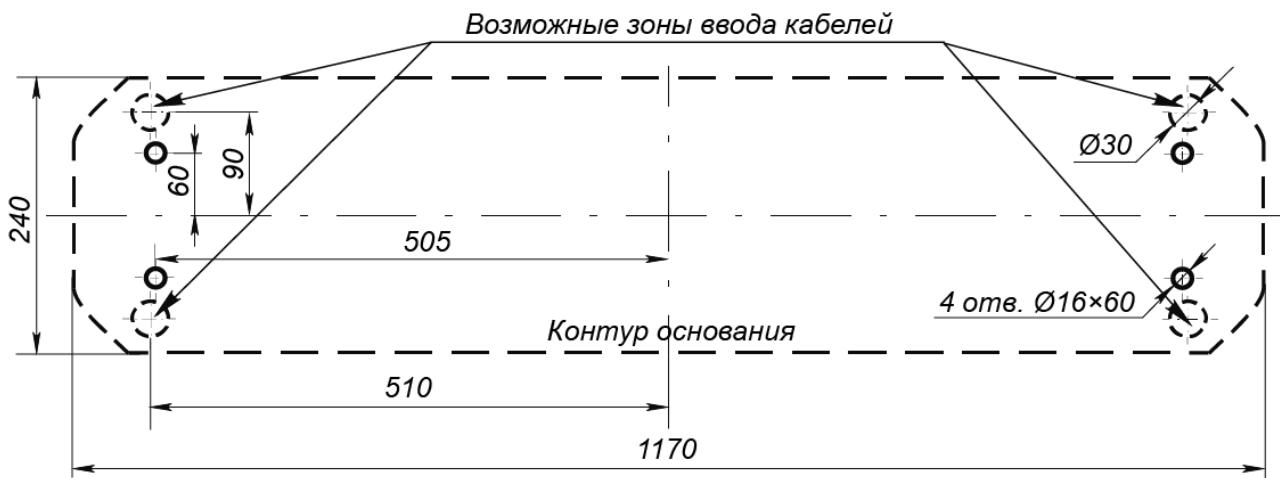
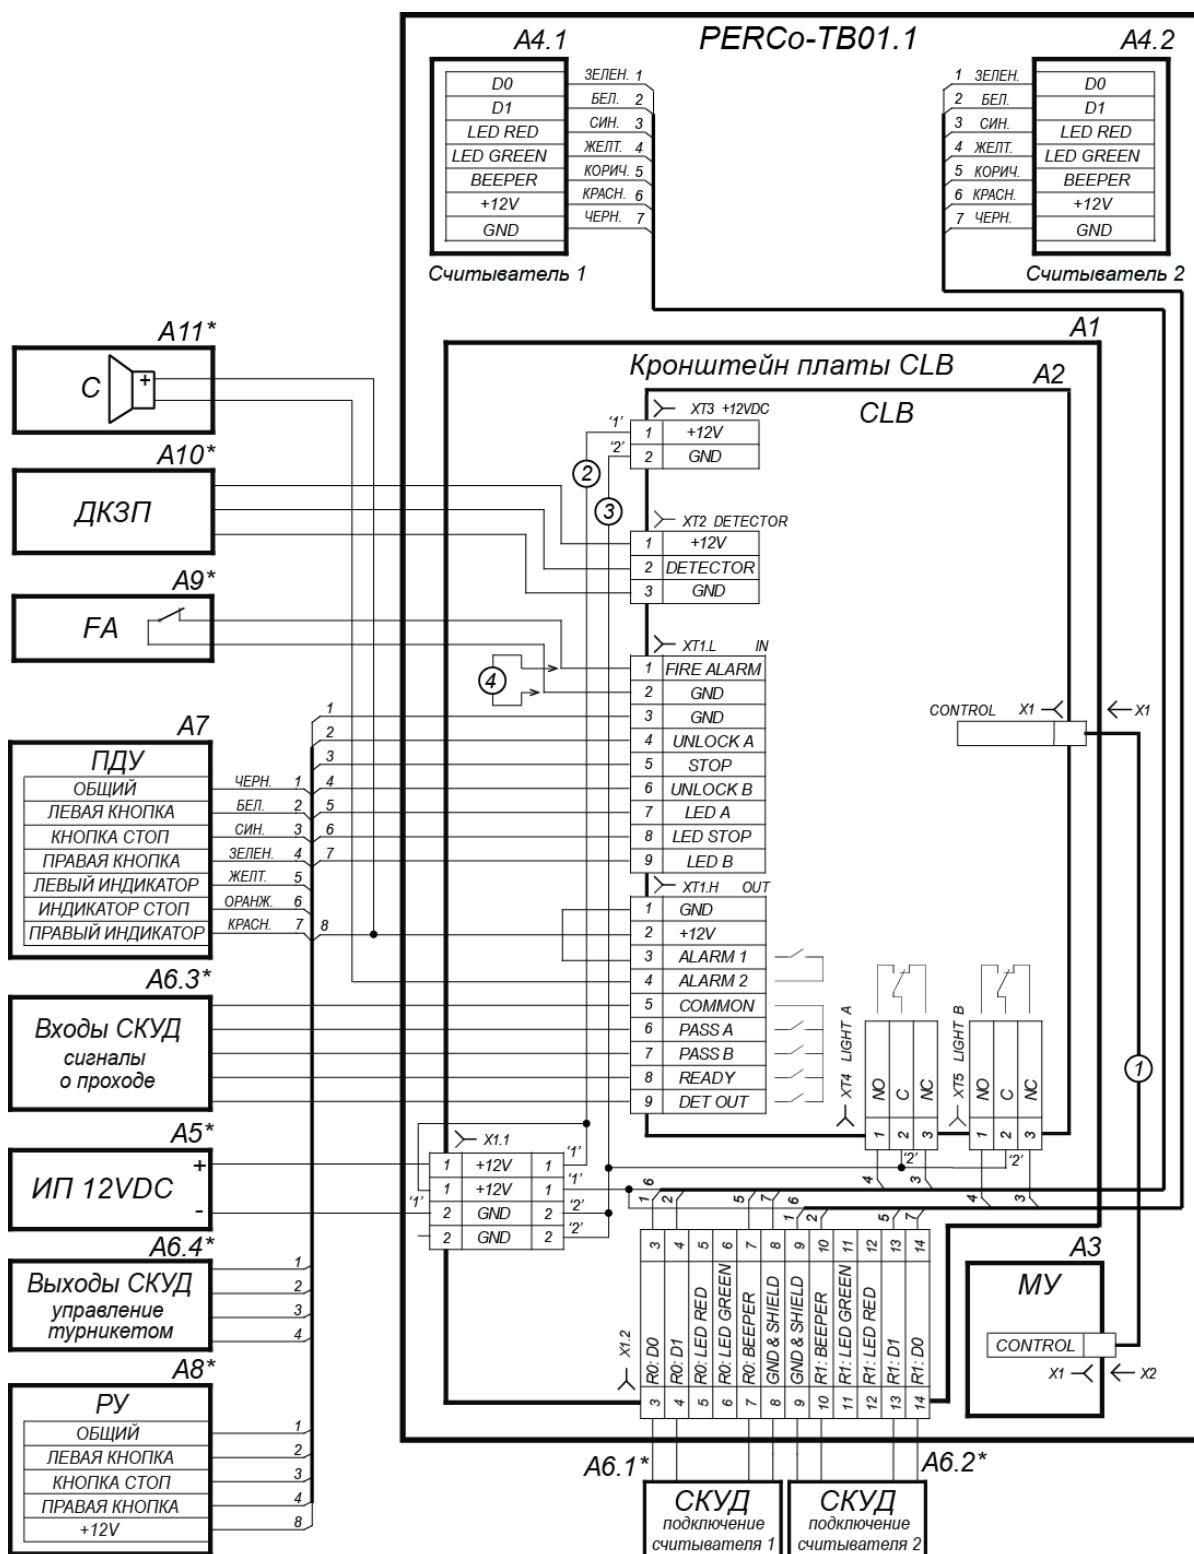

Рисунок 12. Схема разметки для установки стойки турникета
Рисунок 13. Схема электрических соединений турникета¹
- 2 Подготовьте в полу отверстия под гильзы анкеров для крепления стойки турникета (см. рис. 13). При необходимости прокладки кабелей под поверхностью пола подготовьте в полу кабельный канал, подходящий к зоне ввода этих кабелей в стойку турникета. Установку и крепление стойки производите после прокладки всех кабелей в кабельном канале и внутри стойки. Прокладка кабелей внутри стойки показана на рис. 12.
- 4 Демонтируйте боковые заглушки стойки (10), открыв замки (11).
- 7 Снимите крышку турникета (3), открыв ключом замок (4, см. разд. 6).
Конструкцией турникета предусмотрена возможность установки платы контроллера СКУД внутрь корпуса турникета. Установка платы осуществляется на кронштейн (7, рис. 12). Максимальный допустимый размер устанавливаемой платы контроллера 160×150×35 мм.